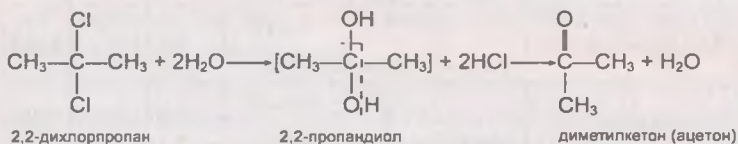

Рис. 209
4) гидролизом дигалогенопроизводных углеводов, которые содержат оба атома галогена у одного из средних в цепи углеродных атомов (рис. 209).